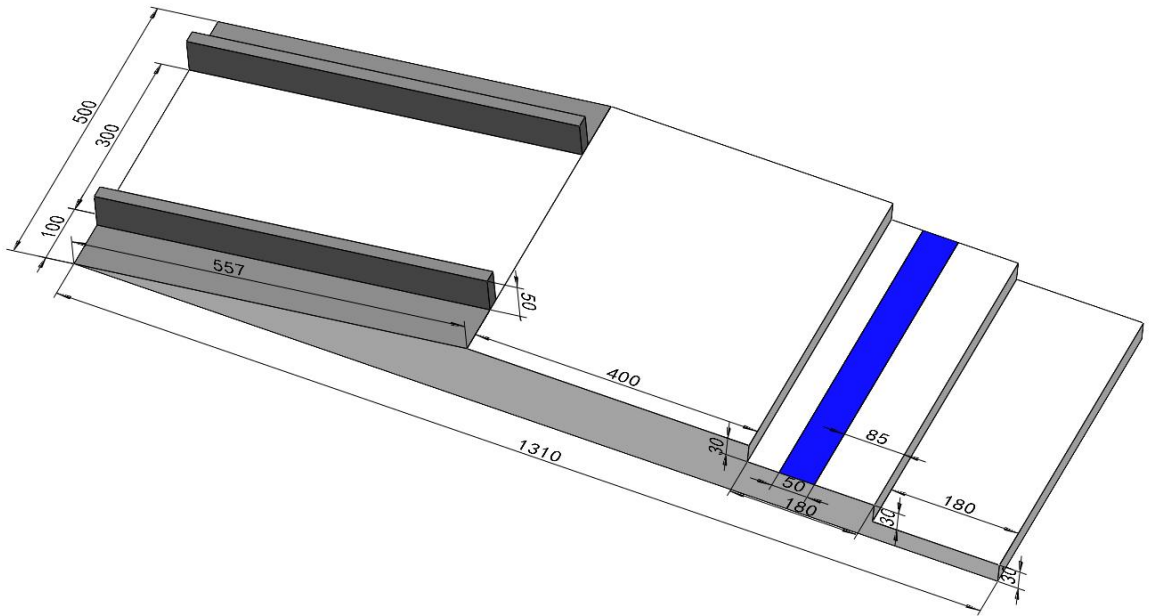

图 6 上台阶、下窄路斜坡示意图（单位：mm）
1.上台阶、下窄路斜坡：如图 6 所示，在距上台阶第二节台阶前边缘  $85\text{mm}$  处印有  $500*50\text{mm}$  的蓝色色带。